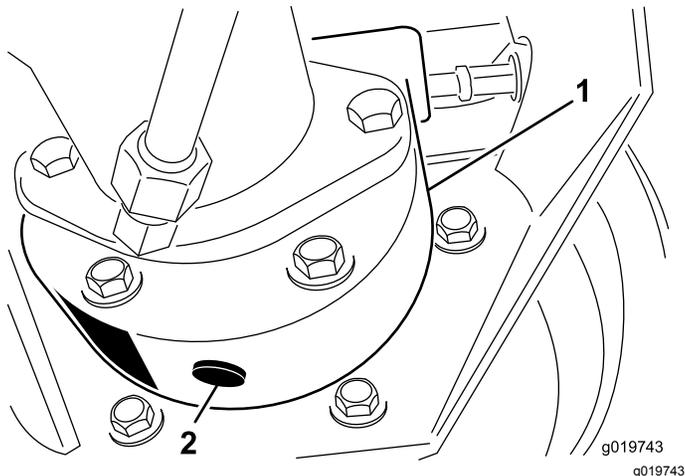

Bild 44
3. Stellen Sie ein Auffanggefäß unter das Bremsgehäuse, entfernen die Verschlusschraube und lassen das Öl ablaufen (Bild 44).